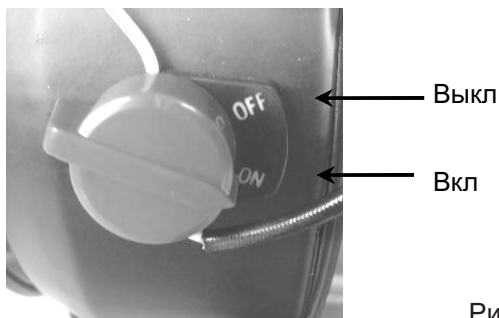

Рис.9
2)Включите зажигание переключателем в положение "ON". (См. рис. 9)
Поверните переключатель в положение «OFF». (Рис. 9)